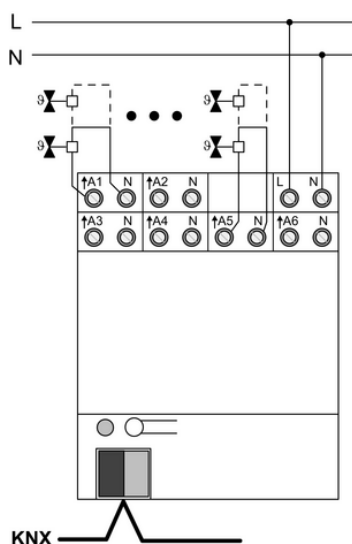

Рисунок 2
- Подключить выходы согласно схеме соединений (рисунок 2).
- Подключить сетевое напряжение (рисунок 2).